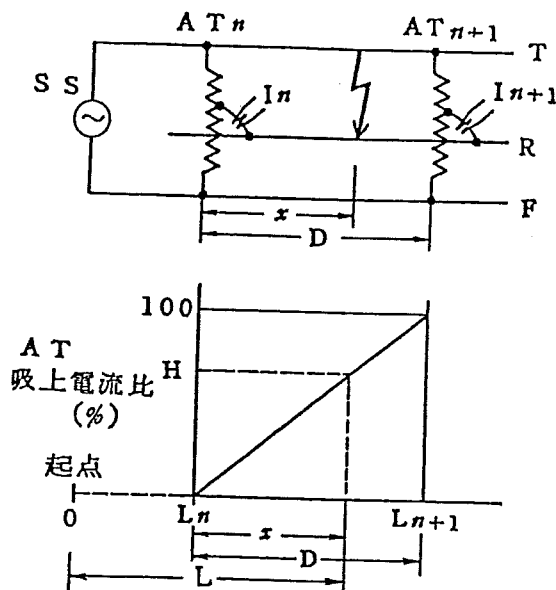

図 1 故障点標定原理
これは故障点をはさむ AT の吸上電流比は、距離に対し直線的な関係を示す原理によるもので、図 1 に原理図を示します。
3.1 総合および各部のブロックダイアグラムは付図1に示します。